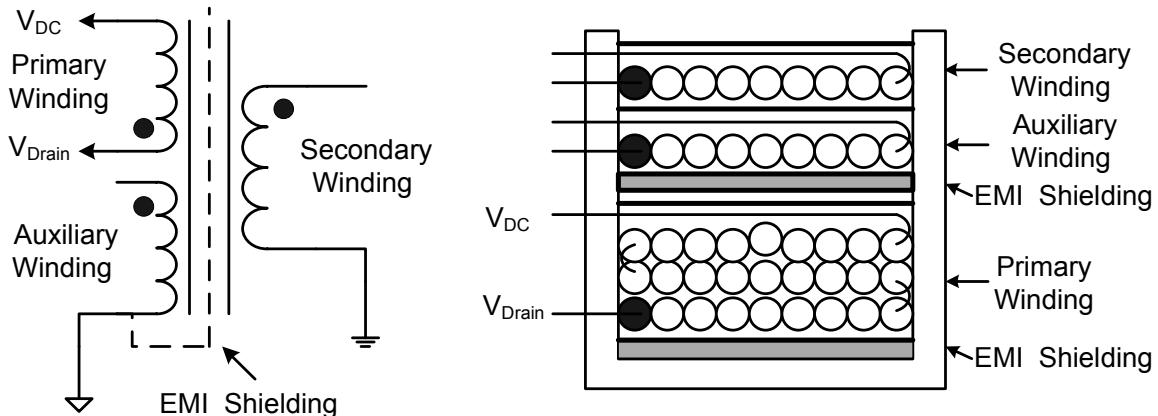

图 2.5 变压器构造
- 1.辅助绕组和次级绕组如图 2.5 示，必须密绕且绕满绕平，以获得良好的耦合；